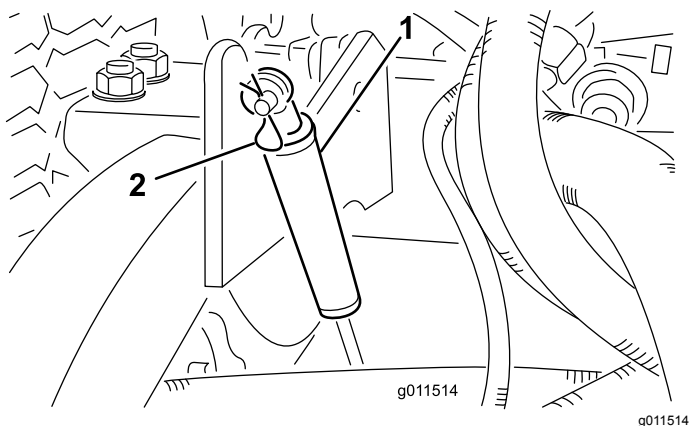

Figure 107
2. Retirez la goupille fendue qui fixe les amortisseurs aux bras de levage (Figure 107).